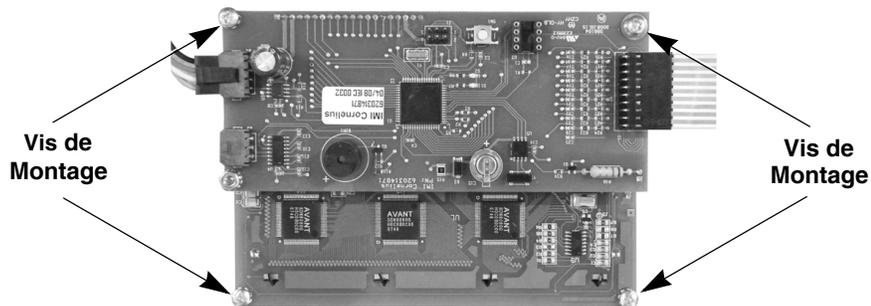

Figure 52. Vue de tableau d'affichage
La carte d'affichage est située à l'arrière de l'écran du panneau de contrôle. Elle est montée sur le panneau avec quatre (4) vis à tête cruciforme Phillips, comme sur la Figure 52. pour changer de panneau, veuillez exécuter la procédure du Tableau 59.